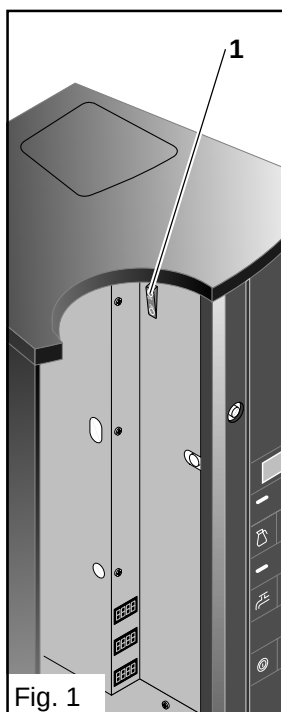

Fig. 1
Før rengøringsarbejdet påbegyndes, skal automatens hovedkontakt (1) slukkes (fig. 1).